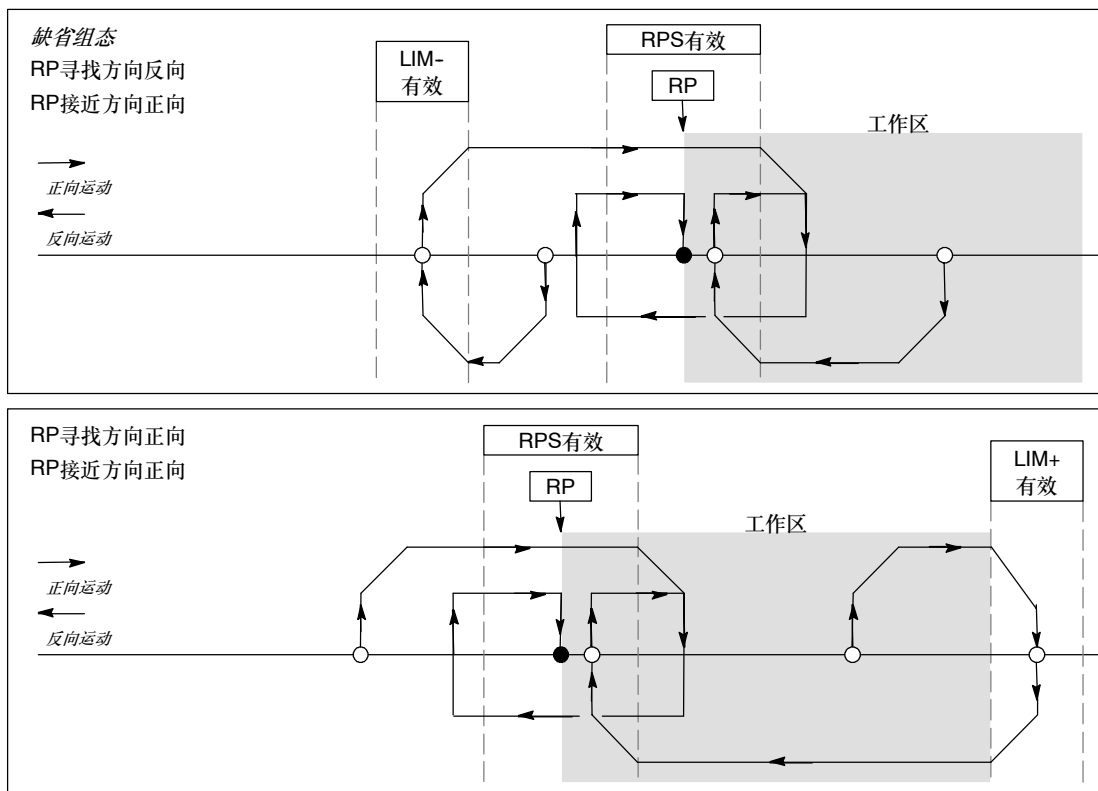

图9-22 RP寻找: 模式2
- ❑ 图9-22所示是RP寻找模式2的选项。这种模式将RP定位在RPS输入有效区域的中央。